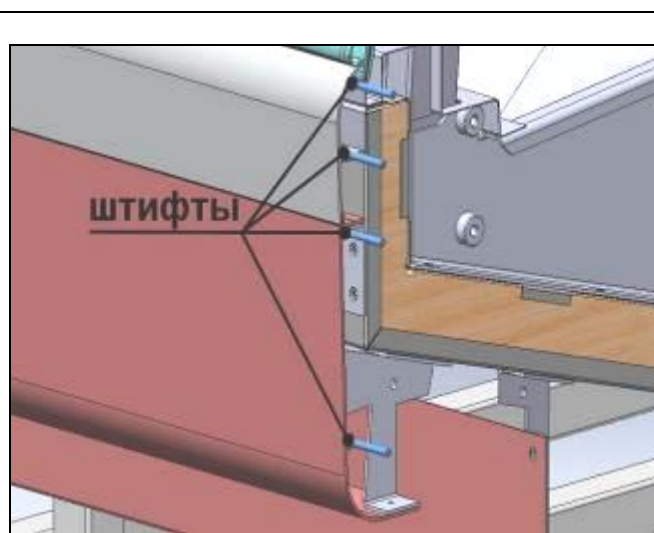

рис. 2
2. Установить в направляющие декоративных бамперов одной из стыкуемых витрин на половину длины цилиндрические штифты (рис. 2).